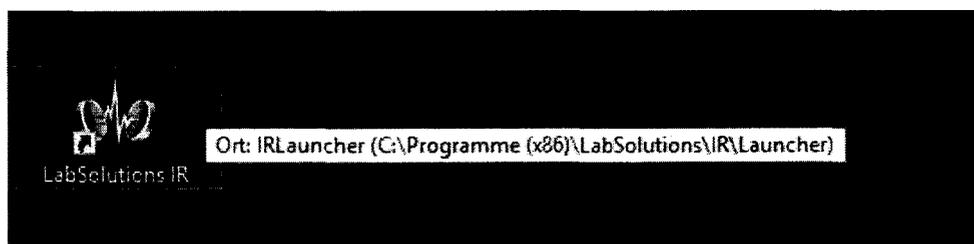

Рисунок 1
7.4 Активировать приложение LabSolutions IR. Для этого дважды кликнуть на иконке LabSolutions IR рабочего стола или выберите в меню LabSolutions IR (см. рисунок 1).